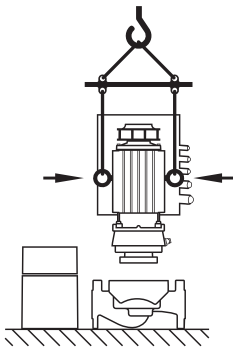

Fig. 9: Transport silnika
- W razie konieczności, np. w przypadku naprawy, można przemontować uchwyty transportowe z kołnierza silnika na korpus silnika (patrz np. Fig. 9). Przed montażem uchwytów transportowych na korpusie silnika wykręcić elementy dystansowe z otworów na uchwyty transportowe (Fig. 7, poz. 20b) (patrz rozdział 10.2.1 „Wymiana uszczelnienia mechanicznego” na stronie 171).
- Jeśli uchwyty transportowe zostaną lub są przemontowane z kołnierza silnika na korpus silnika, są one dopuszczone tylko do przenoszenia i transportu głowicy silnika (Fig. 9), a nie do transportu całej pompy ani do odłączania głowicy silnika od korpusu pompy.